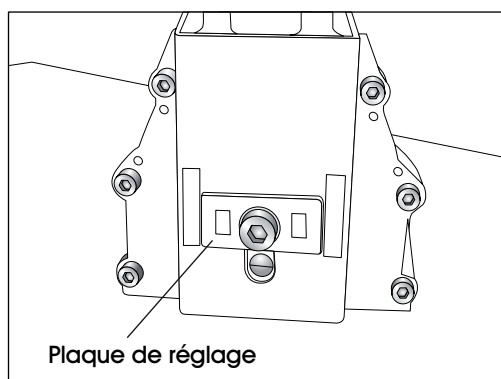

Figure 9
3. Quand le rebord supérieur de la plaque de réglage est à son réglage supérieur, les dents sont positionnées à leur pénétration la moins profonde. (Voir Figure 9)